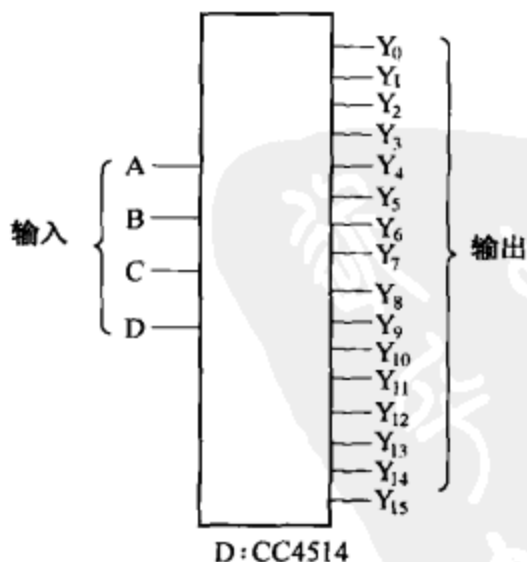

图 8-60
(2) 图 8-60 所示为采用 CC4514 的 4 线-16 线译码器，同样具有 4 个输入端 A、B、C、D，但具有 16 个输出端 $Y_0 \sim Y_{15}$ 。输入信号是 4 位二进制码，输出信号则是十六进制码 ($Y_0 \sim Y_{15}$ 依次为“1”)。